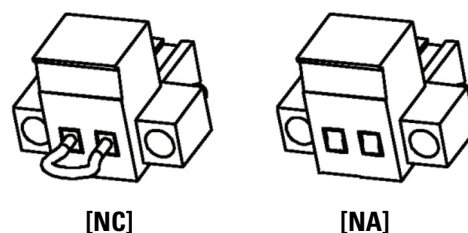

Fig. 6. Connecteur EPO.
- Le SPS possède deux bornes pour l'installation d'un bouton de sortie d'arrêt d'urgence externe **[EPO]**. Par défaut, l'équipement est expédié de l'usine avec le type de circuit EPO fermé **[NF]**. Cela signifie que l'onduleur coupera l'alimentation de sortie, arrêt d'urgence, en ouvrant le circuit **[NO]**, voir Fig. 6.